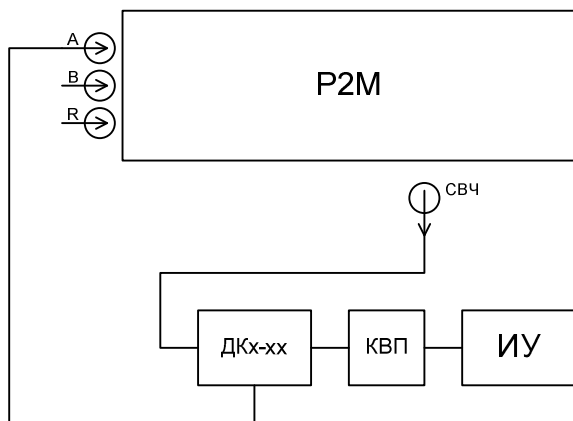

Рисунок 1 - Измерение КО с датчиком КСВ
- с использованием датчика КСВ из комплекта поставки P2M (рис. 1);